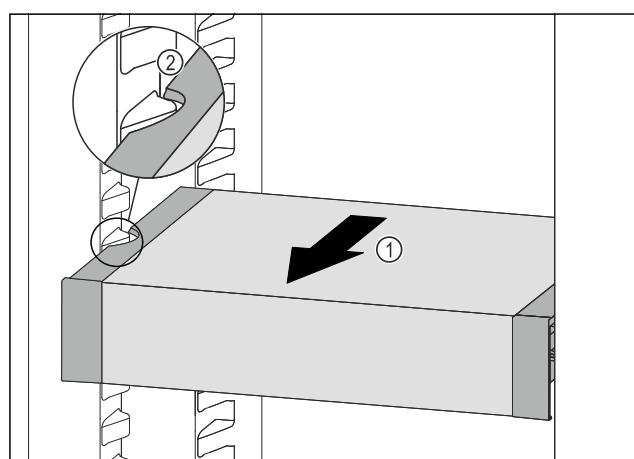

Fig. 65
- ▶ Trageți în față VarioSafe Fig. 65 (1), până când degajările laterale ale VarioSafe se află la înălțimea nervurii recipientului din frigider. Fig. 65 (2)